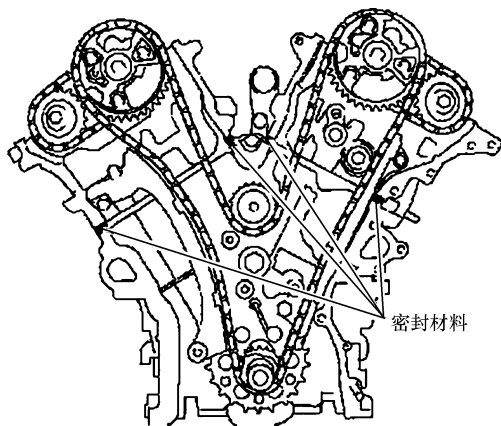

图 22-31 密封材料施加位置
- ③ 按照图 22-31 所示, 在图中所示的 4 个位置涂抹密封材料。